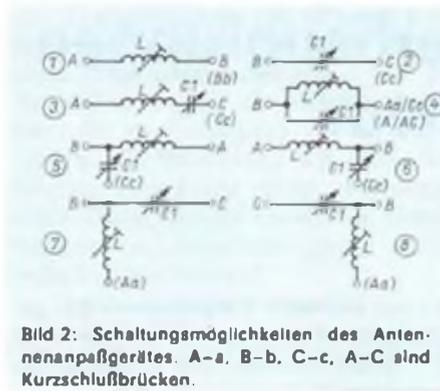

Bild 2: Schaltungsmöglichkeiten des Antennenanpaßgerätes. A-a, B-b, C-c, A-C sind Kurzschlußbrücken.
Die Bedienung des Anpaßgerätes ist denkbar einfach. Für jedes Abstimm-/Anpaß-Problem verwende man als Empfangsamateur die vier Verschaltungen nach Bild 2, (5) bis (8), und drehe alle L- und C-Einstellungen durch. Dabei beobachte man im Empfänger entweder die Signalstärke eines Senders oder das Empfängereingangsruschen und suche die Einstellung für den Maximalpegel. Ist